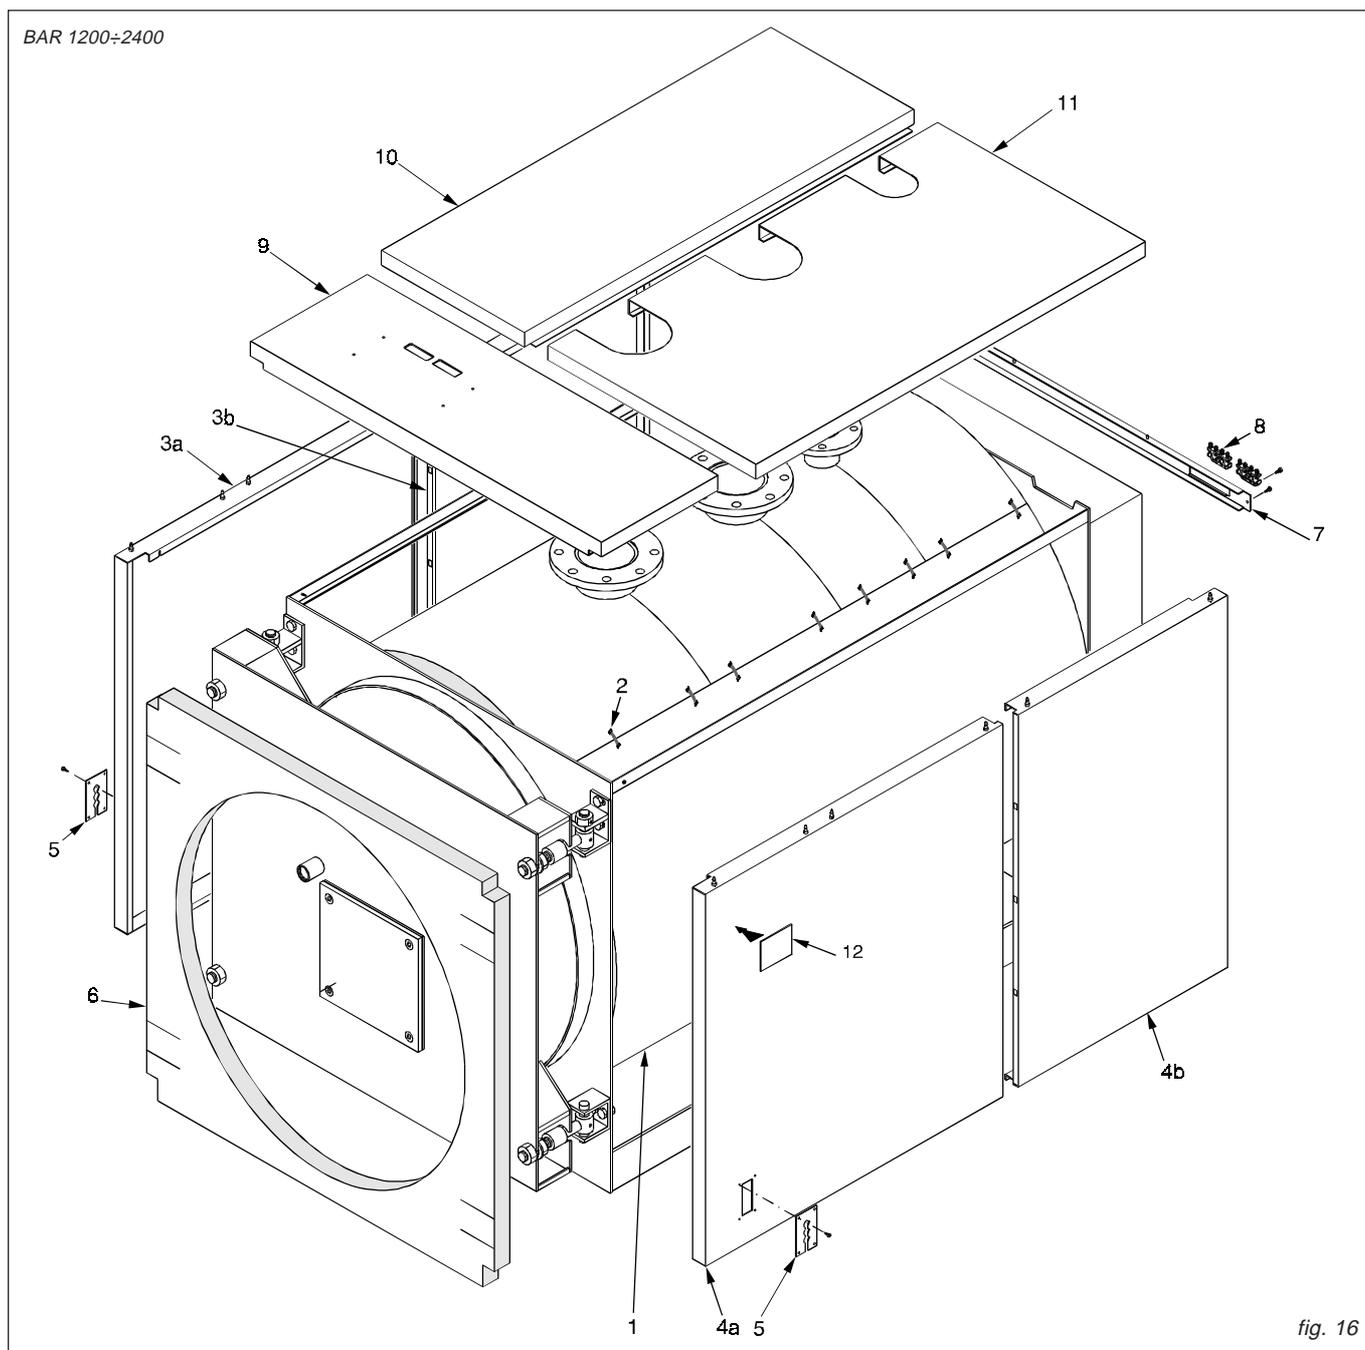

fig. 16
- G) Montare i pannelli superiori longitudinali (pos. 9 e 10) e fissarli con il rinforzo posteriore (pos. 11) e le relative viti
- (pos. 12).
- H) Montare il pannello posteriore inferiore (pos. 13).
- I) Fissare la targhetta dati di caldaia (pos.14) al pannello laterale dopo aver sgrassato la parte interessata con apposito solvente. La targhetta è inserita nella busta documenti.
**N.B.** Per i modelli compresi tra **BAR 1200** e **BAR 2400** (rif. fig. 16), il mantello e l'isolamento sono contenuti in 3 imballi marcati:
### Sequenza di montaggio (Rif. fig. 16)